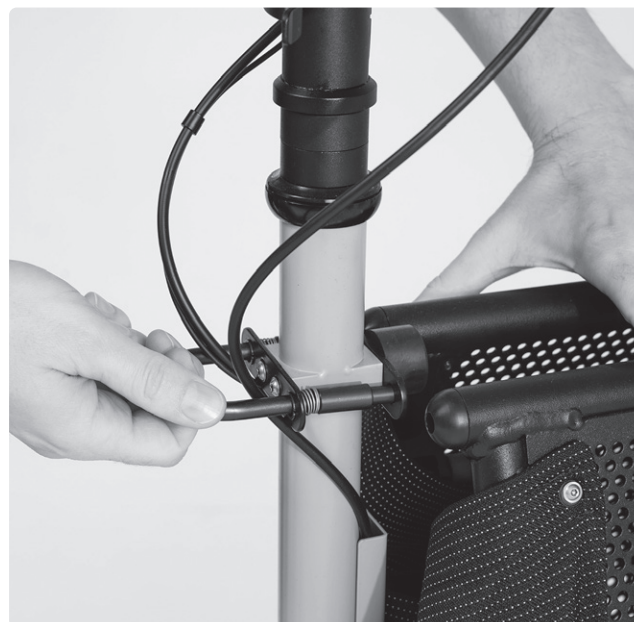

FIG. 55
- Pour fermer le panier, rapprochez les deux panneaux du panier, maintenez-les d'une main et tirez de l'autre sur l'étrier de verrouillage, avant de le laisser s'enclencher dans les deux panneaux du panier (Fig. 55).